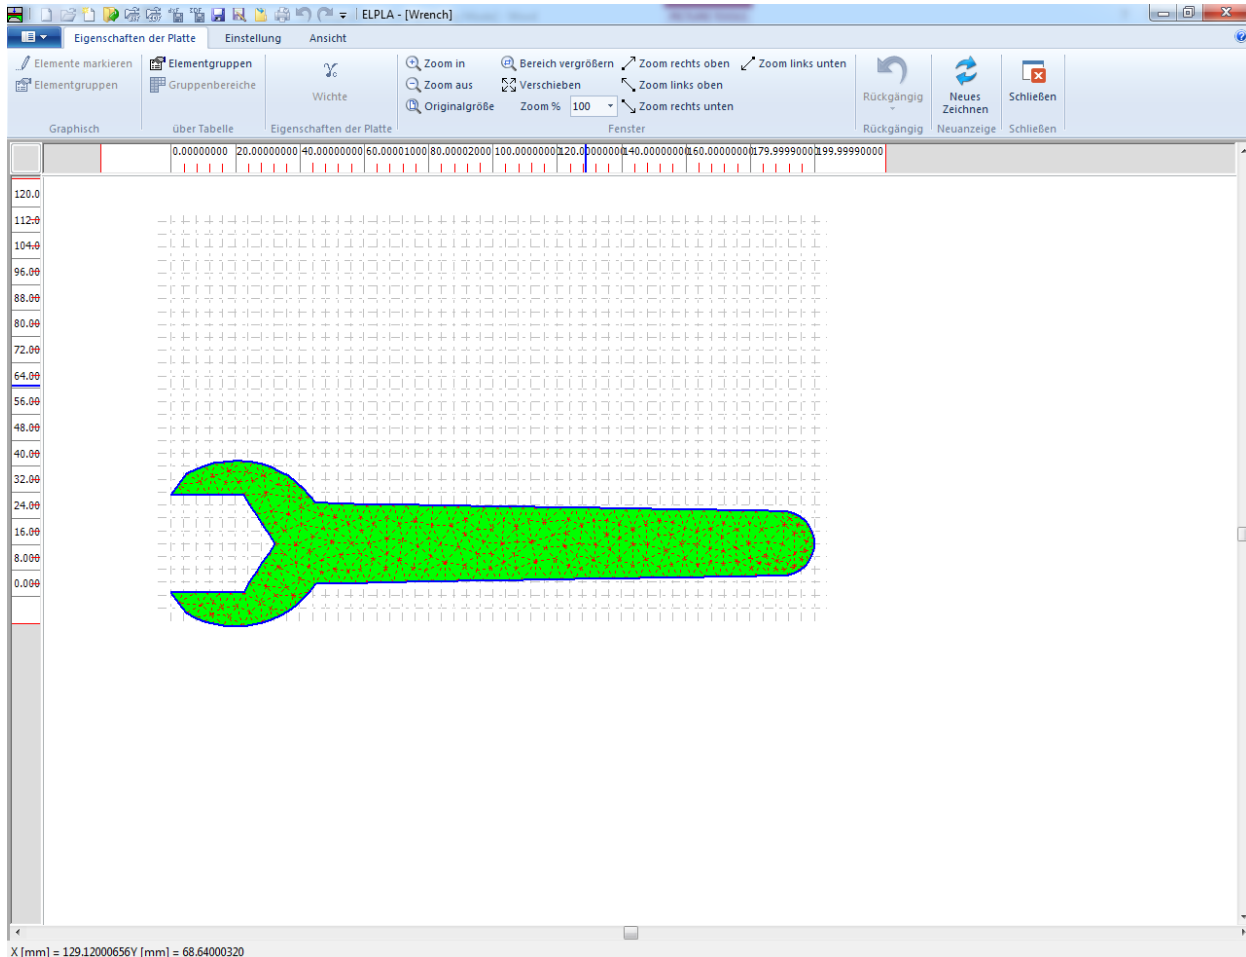
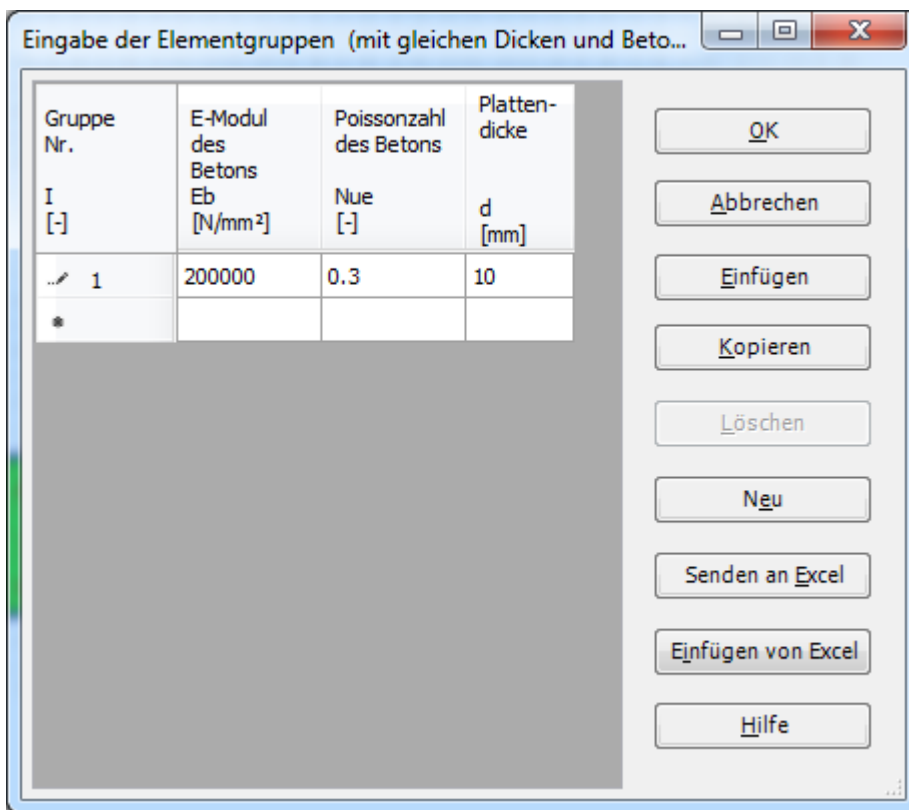

Bild 5.23 "Eigenschaften der Platte" Fenster
Bild 5.24 Listenfeld "Beschreibung der Elementgruppe"
- Wählen Sie den Befehl "Eigenschaften der Platte" aus der Registerkarte "Daten". Das folgende Fenster im Bild 5.23 erscheint mit Standardwerten der Eigenschaften der Platte. Diese für das gegenwärtige Beispiel erforderlichen Daten sind Material und Dicke des Gabelschlüssels
- Wählen Sie den Befehl "Elementgruppen" aus dem Menü "über Tabelle" im Fenster von Bild 5.23. Das folgende Listenfeld im Bild 5.24 mit Standardwerten erscheint. Um einen Wert im Listenfeld einzugeben oder zu modifizieren, schreiben Sie diesen Wert in die entsprechende Zeile, dann drücken Sie "Eingabe". Im Listenfeld von Bild 5.24 geben Sie E-Modul, *Poissonzahl* und Dicke des Gabelschlüssels ein. Eine Elementgruppe ist als Gruppe von Elementen definiert, die gleiche Dicke und gleiches Material haben
- Wählen Sie den Befehl "Speichern" aus dem "Datei"-Menü im Bild 5.23, um die Eigenschaften des Gabelschlüssels zu speichern
- Wählen Sie "Schließen" aus dem "Datei"-Menü im Bild 5.23, um das "Eigenschaften der Platte" Fenster zu schließen und zum Hauptfenster zurückzukehren